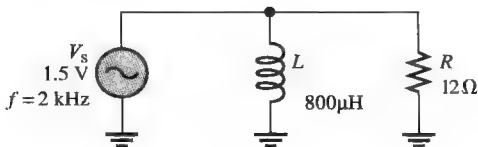

图 12-50
15. 试问图 12-50 中电路的阻抗是多少?
19. 试问在什么频率时图 12-50 中 X_L 等于 R ?